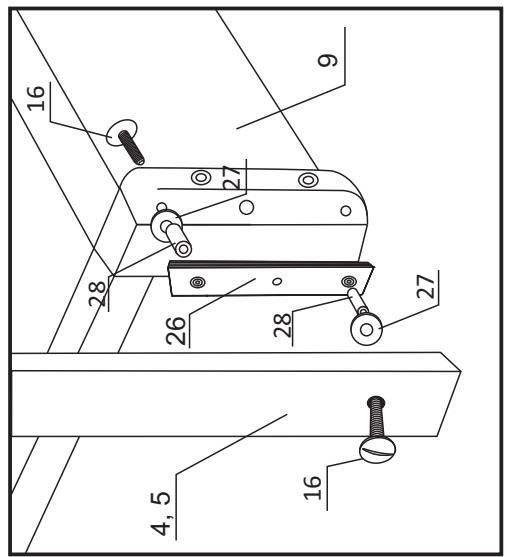
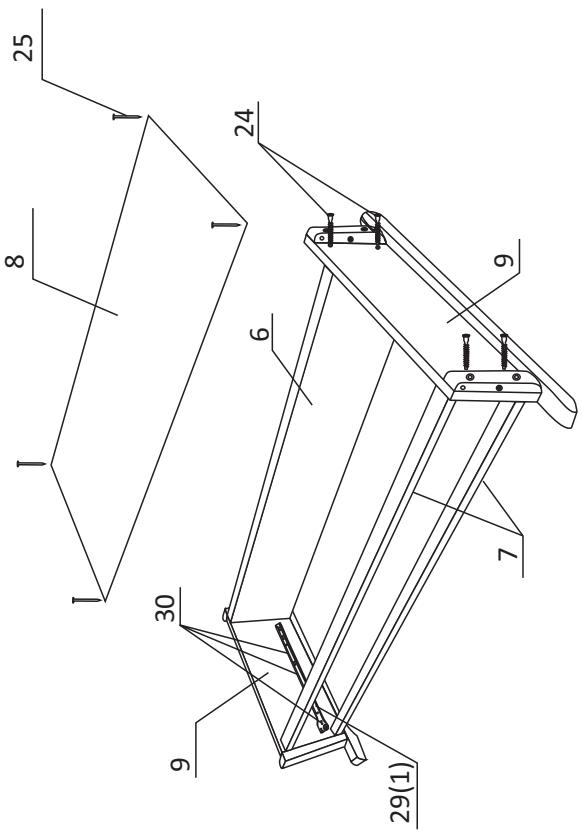
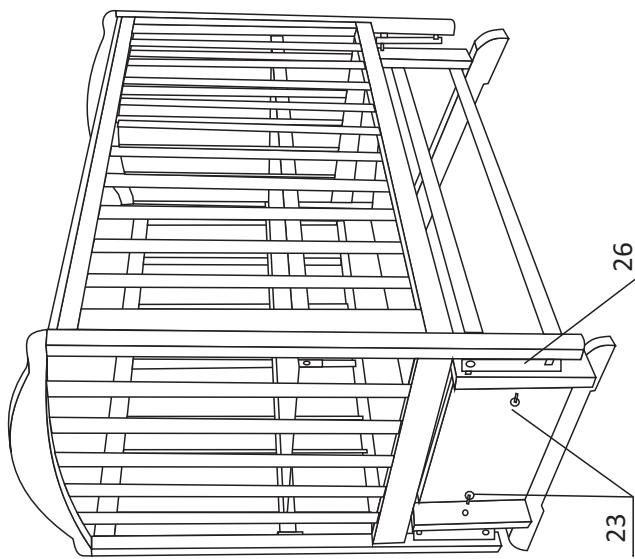

Рисунок 6.
Рисунок 5.
Рисунок 7.
6. Установить на боковины каркаса (9) роликовые направляющие (29_1) по разметке на шупул (30) (по 3 шт. на сторону).(см. рис. 5)
- 7.Собрать боковины каркаса (9) сзадней стенкой(6) и планками каркаса (7) на винты конфирамт(24) (см. рис. 5)
8. Установить щит(8) на каркас кровати, закрепить гвоздями (25).
- 9.Установка механизма качания. Навесить планки механизма качания (26) на винты М6х50(16)с внутренней стороны каркаса, и шайбу(27), втулку(28) с внешней стороны каркаса (см рис. 6). Совместить кровать с каркасом. Навесить кровать на планки механизма качания(26) на винты М6х50(16) с внешней стороны ножки кровати, и шайбу(27), втулку(28) с внутренней стороны ножки кровати (см. рис.7). Для ограничения качания кроватки затянуть винты стопорения (23).